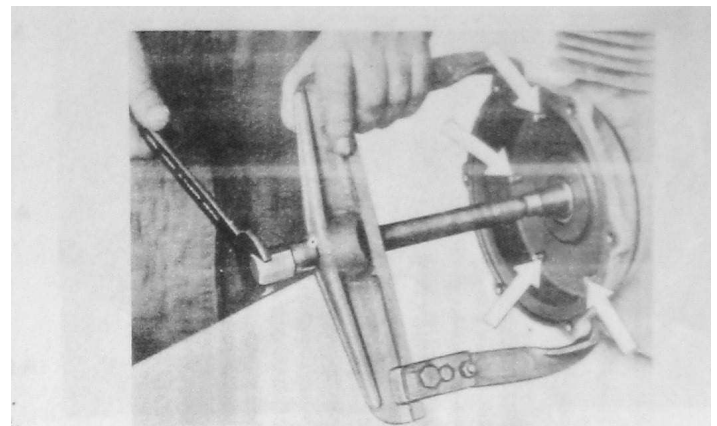

Fig. 15
1. Sechs Sechskantmuttern M 8 am Lagerflansch entfernen (Fig. 15).
1. Remove the six hex. nuts M 8 from flange (Fig. 15)